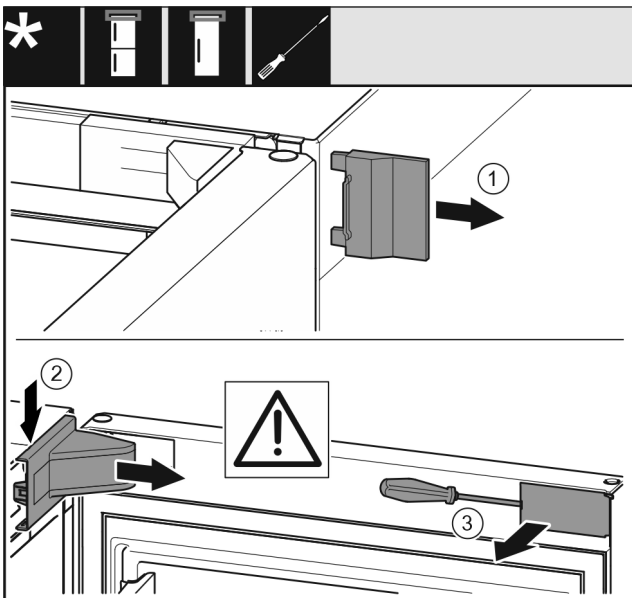

Fig. 5
► Hiqni kapakun mbulues të jashtëm. Fig. 5 (1)
► Nxirrni nga foleja kapakun mbulues të bazamentit mbështetës dhe lirojeni. Hiqni kapakun mbulues të bazamentit mbështetës. Fig. 5 (2)
► Nxirrni nga foleja shiritin mbulues me një kaçavidë dhe shtyjeni anash. Fig. 5 (3)